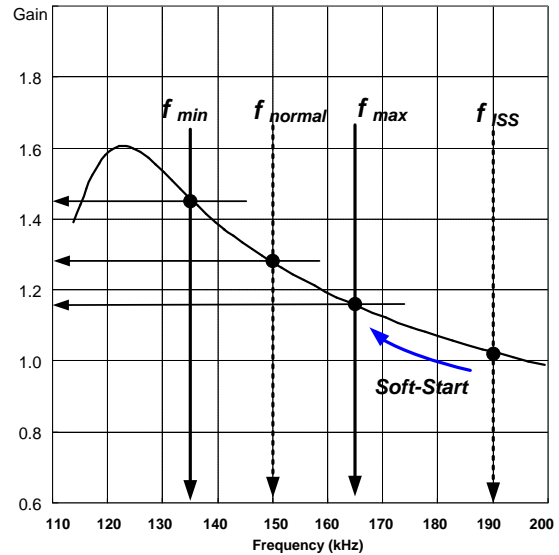
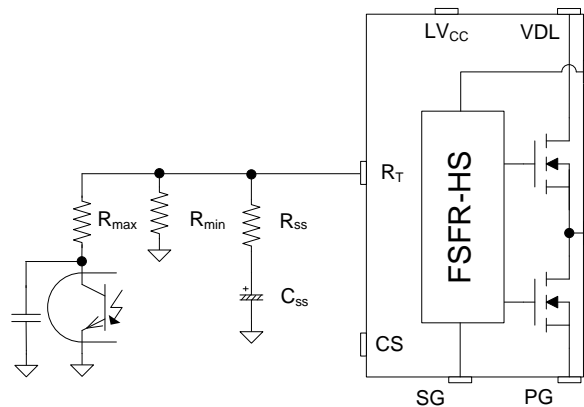

图 20. 谐振转换器典型增益曲线
图 21. 频率控制电路
**3. 频率设置:** 图 20 显示谐振转换器的典型电压增益曲线，其中增益与 ZVS 区中的开关频率成反比。输出电压可通过调制开关频率来调节。图 21 显示 RT 引脚的典型电路配置，其中光电耦合器电阻连接至 RT 引脚以调制开关频率。开关频率可从  $20 kHz$  控制到  $500 kHz$ 。
通过将 R-C 系列网络连接至 RT 引脚来建立软启动电路，如图 21 中所示。起初，工作频率由  $R_{ss}$  和  $R_{min}$  的并联阻抗设置。